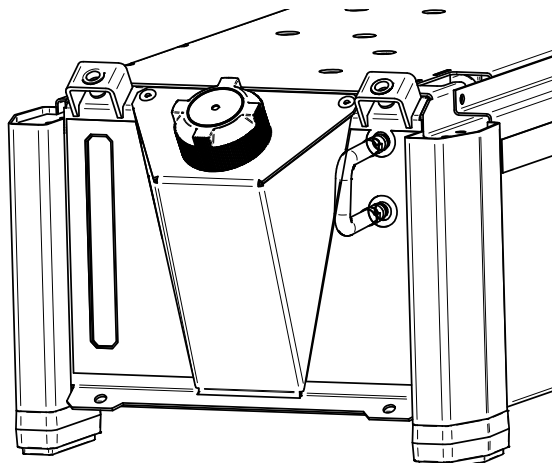

Bild 36
- Anslut slangen med snabbkopplingen (som monterats på utrustningen) på kylarens inlopp och utlopp (bild 36).